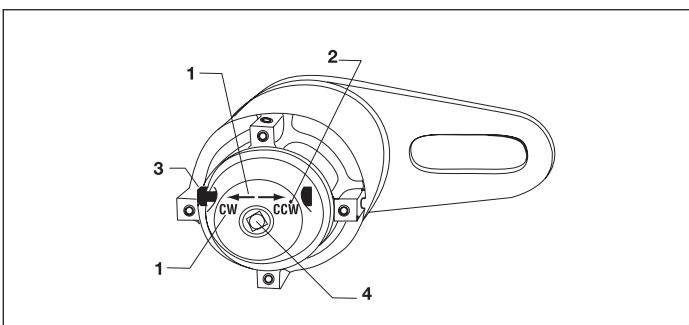

**Abb. 1, Auswechseln der Reaktionsplatte**
Ein Abtriebsvierkant mit kontrollierter Scherrate (Abb. 1 Punkt 4) schützt interne Komponenten, falls die maximale Ausgangskapazität überschritten wird. Dieser Überlastschutz führt dazu, dass der Antrieb bricht, wenn der Abtrieb zwischen 103% und 110% der Nennausgangskapazität überschreitet. Ein Ersatzantrieb wird mit dem Drehmoment-Vervielfältiger mitgeliefert (E391, E392, E393, E492, E493, E494, E495). (Bestellen Sie zusätzliche Ersatzteile bei Ihrem Enerpac-Händler.)
- Montieren Sie einen Antriebsinnenvierkant in richtiger Größe in den Abtriebsvierkant des Drehmoment-Vervielfältigers (Abb. 1, Punkt 4). Positionieren Sie den Einsatz und den Drehmoment-Vervielfältiger zum Festziehen am Befestigungselement.
1. Entfernen Sie die Schrauben (Abb. 1, Punkt 2), die die Reaktionsplatte (Abb. 1, Punkt 1) am Drehmoment-Vervielfältiger halten, und entfernen Sie die Reaktionsplatte vom Drehmoment-Vervielfältiger.
5. Befestigen Sie die Reaktionsplatte wieder mit den vorher entfernten Schrauben am Drehmoment-Vervielfältiger (Abb. 1, Punkt 2).